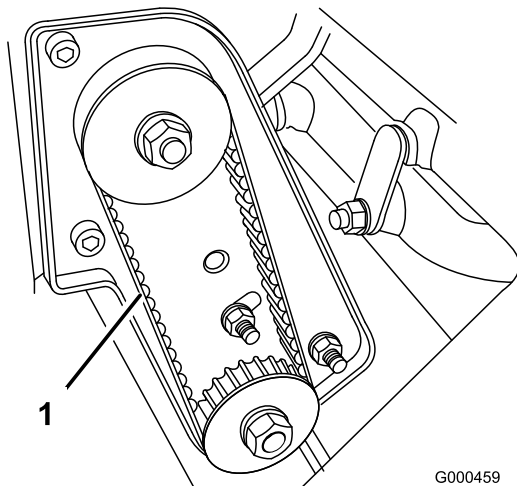

Figura 38
2. Verifique a pressão calcando a correia (Figura 38) até ficar entre o alternador e as polias, aplicando uma força de $2 \pm 0,5$ kg. A correia deve atingir um desvio de 4,8 a 7,9 mm. Se a deflexão for incorrecta prossiga para o passo seguinte.